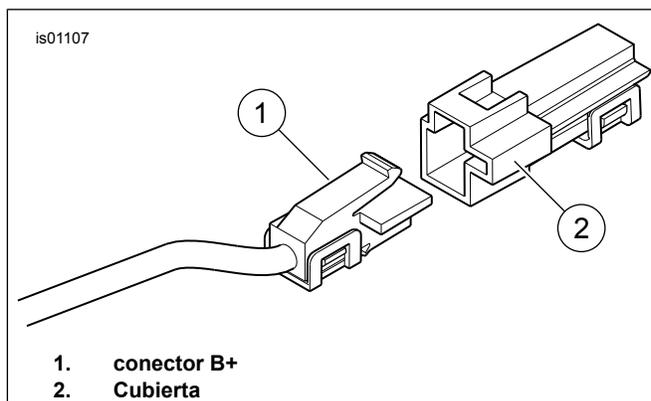

Figura 5. Conector B+
1. Vea Figura 5 . Ubique el conector B+ (positivo de la batería) (1) en el mazo de cables principal bajo el asiento (un cable rojo con un conector gris no usado). Retire la cubierta (2) del conector.